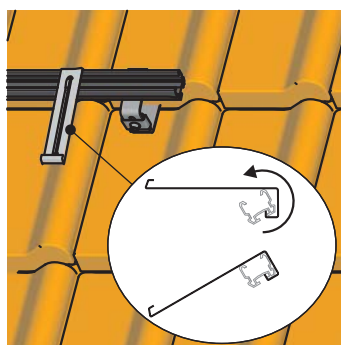
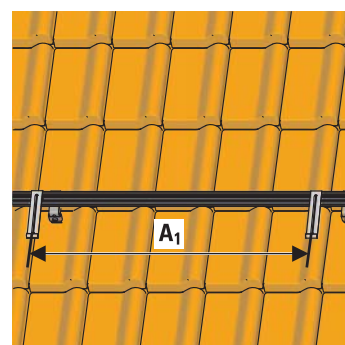

Fig. 3-17 Montare il gancio di fissaggio per collettori
Fig. 3-18 Posizionare il gancio di fissaggio per collettori
1. Attaccare i ganci di sicurezza del collettore verticalmente rispetto alla superficie di posa del collettore, alla distanza indicata a seconda del tipo di collettore, nella scanalatura guida del profilo di montaggio inferiore e rovesciare verso il basso. Dopo aver sospeso i ganci, è possibile spostarli lateralmente (vedere fig. 3-17 e fig. 3-18).